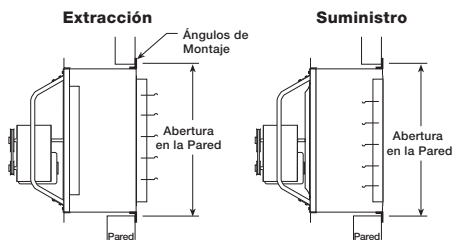
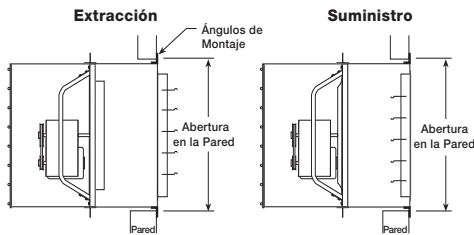
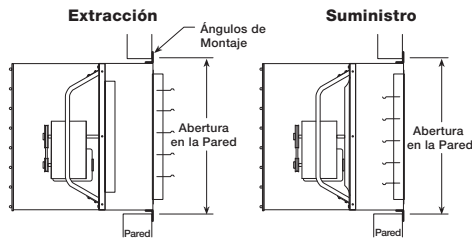

Figura 4 — Instalación de Collar de Pared
Figura 5 — Instalación de Collar de Pared y Protector
Figura 6 — Instalación de Carcasa de Pared
1. Mueva el ventilador a la ubicación deseada y determine el método con el que se montará como se muestra en las Figuras 3, 4, 5 y 6 en las páginas 4-5. El collar de pared opcional (Figura 4), el collar y protección de pared (Figura 5) o la carcasa de pared (Figura 6) proporcionan un medio cómodo de montar ventiladores de pared lateral.
4. La Figura 4 muestra la abertura en la pared necesaria para las instalaciones que usan un collar de pared.
5. La Figura 5 muestra la abertura de pared (AP) necesaria para las instalaciones con un collar de pared y un protector.
6. La Figura 6 muestra la abertura en la pared necesaria para instalaciones con una carcasa de pared.